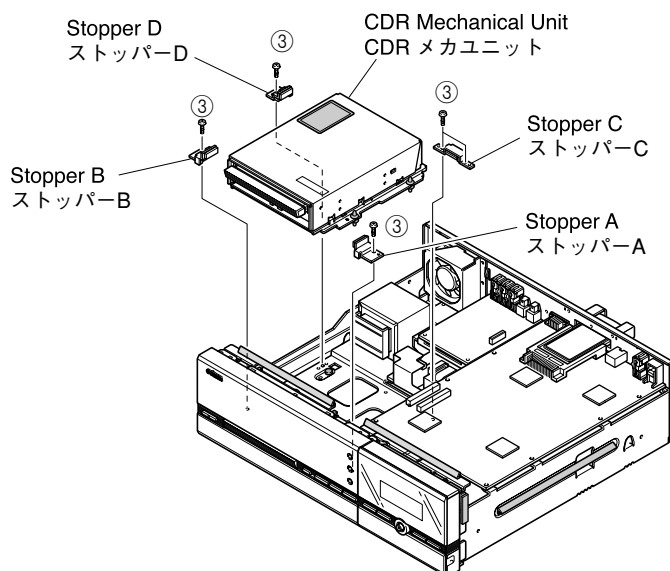

Fig. 3
- Remove 5 screws (③) and then remove each Stopper. (Fig. 3)
- Remove the CDR Mechanical Unit rearward while lifting it up. (Fig. 3)
- ③のネジ5本を外し、各ストッパーを外します。(Fig. 3)
- CDRメカユニットを持ち上げながら後方へ取り出します。(Fig. 3)
- Install the CDR Mechanical Unit by inserting it from the rear. (Fig. 3)
- Using 5 screws (③), install each Stopper. (Fig. 3)
- CDRメカユニットを後方より差し込んで取り付けます。(Fig. 3)
- ③のネジ5本で、各ストッパーを取り付けます。(Fig. 3)